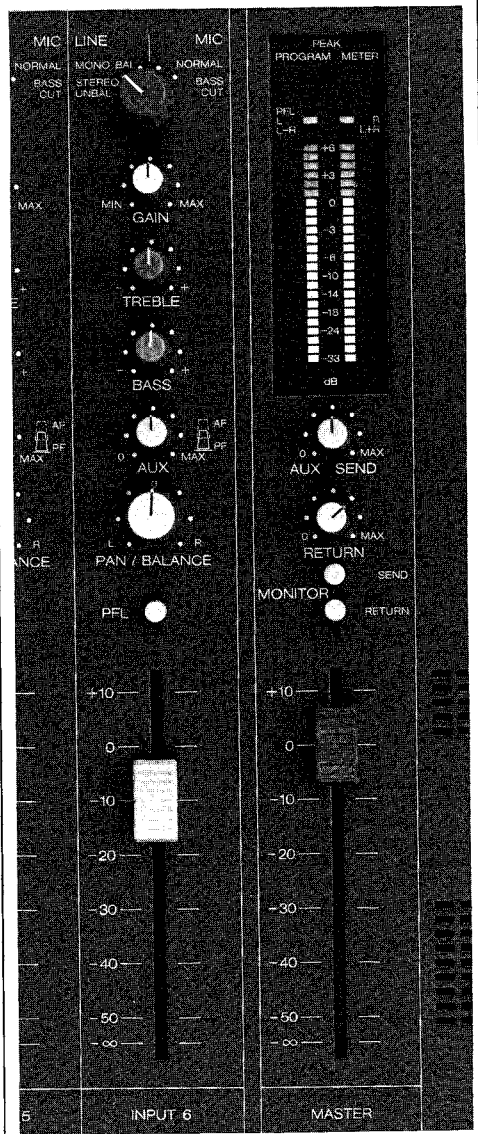

Bild 3: Eingangs-, Master- und Display-Einheit des C279
Jede der 6 Input-/Output-Einheiten verfügt über einen Cinch-Buchsen-Eingang für eine Stereo-Hi-Fi-Quelle, einen symmetrischen XLR-Eingang für Mono-Line-Quellen und einen symmetrischen, erdfreien XLR-Eingang für ein Mikrofon. Zusätzlich ist eine 48-V-Phantomspannung für alle 6 Mic-Eingänge gemeinsam schaltbar. Die Monitorausgänge der Einheit – abgezweigt vor dem Regler: Pre-Fader (PF); und nach dem Regler: After-Fader (AF) – sind in Mono ausgelegt. Von oben nach unten umfasst die Einheit folgende Bedienungselemente (Bild 3):